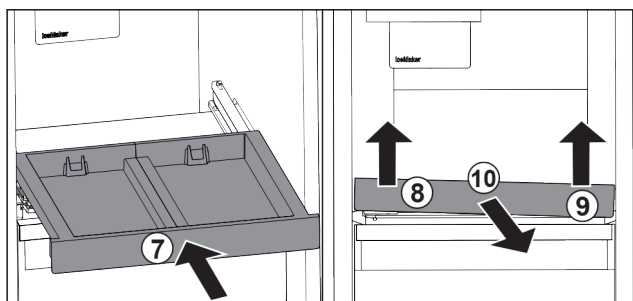

Fig. 106
- Skyv inn uttreksplaten. Fig. 106 (7)
- Løft opp uttreksplaten på venstre side foran. Fig. 106 (8)
- Løft opp uttreksplaten på høyre side foran. Fig. 106 (9)
- Ta ut uttreksplaten forover. Fig. 106 (10)